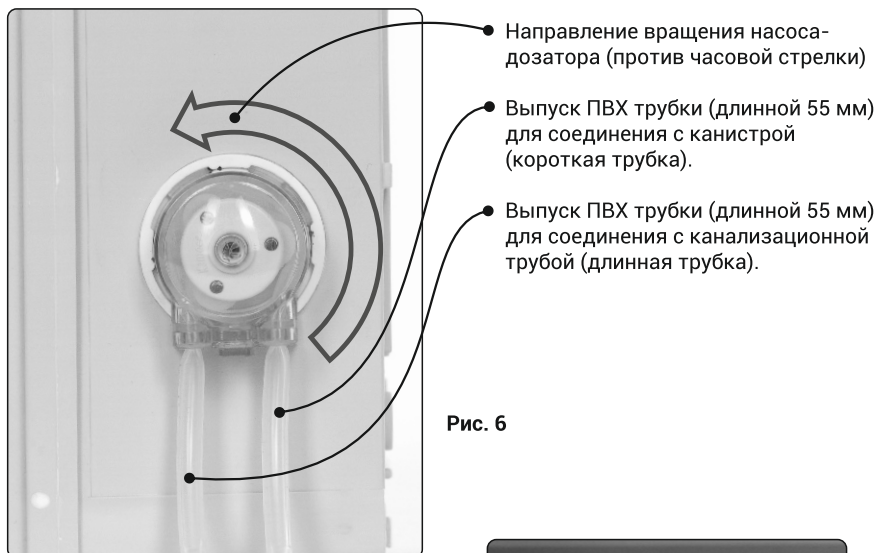

Рис. 6
- 3.2.12. Один конец ПВХ трубки подсоедините к выходящему (слева) патрубку насоса системы см. рис. 6 проведите (без усилия) ее через отверстие в защитном корпусе см. рис. 3 отмерьте оптимальную длину ПВХ трубки до места подключения в канализационную трубу (необходимо избегать: заломов и изгибов).